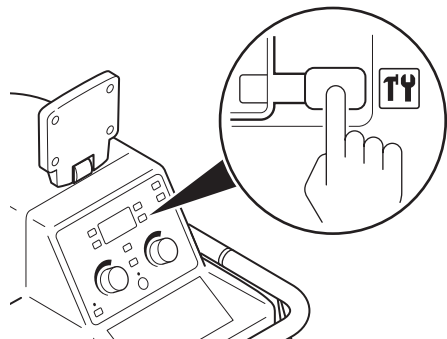

图 4 - 进入系统设置
3. 在控制面板上, 按住推动按钮, 直至屏幕出现SYSTEM SETUP (系统设置) (图 4)。